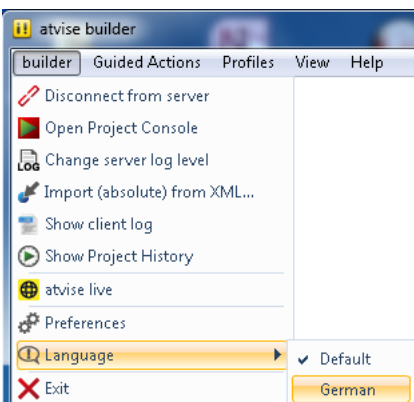

Bild 5 Spracheinstellung ändern
- Wählen Sie im Menü „builder, Language“ die gewünschte Sprache aus (siehe Bild 5).